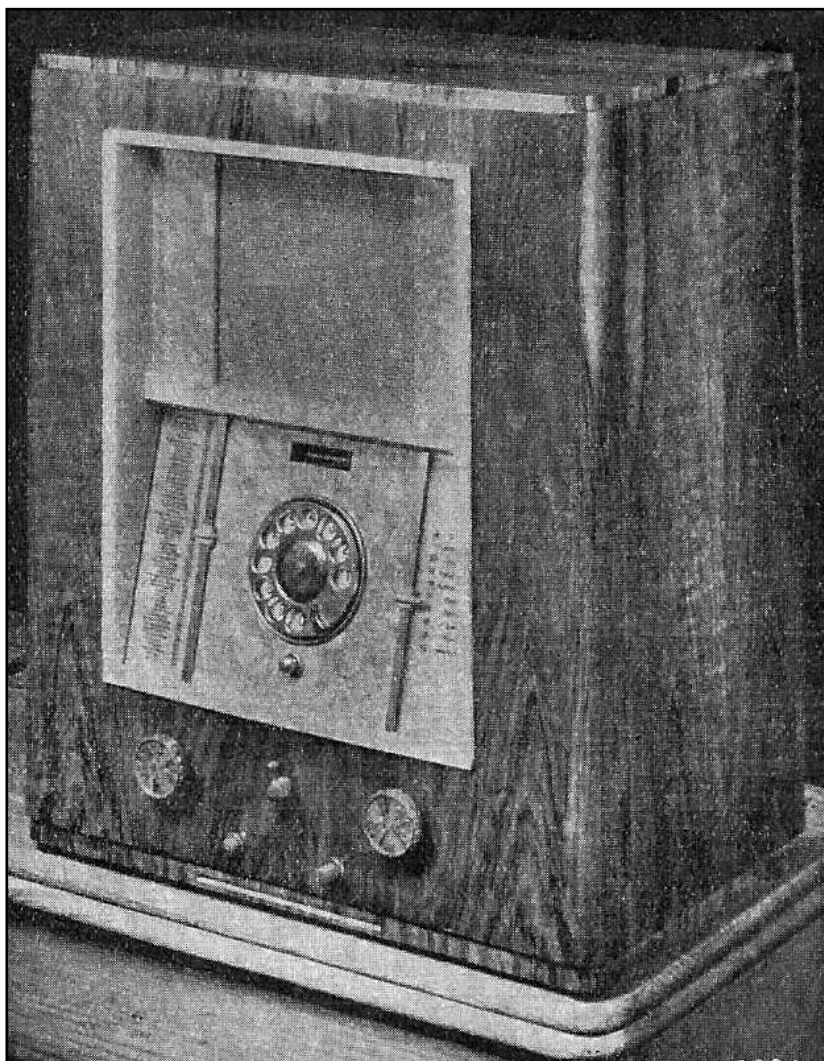

Abb. 18.
**Neufeldt & Kuhnke** Die Firma hat einen grundsätzlich neuen Empfänger herausgebracht. Die Art der Sendereinstellung, die der neue Superhet – eine Konstruktion von Ing. F. Schwarzer – besitzt, fand bei vielen Laien-Besuchern begeisterte Zustimmung. Der Empfänger hat nämlich keinen Drehknopf mehr, sondern – eine Wählscheibe genau wie unser automatisches Telephon (Abb. 18). Jedem Rundfunksender ist eine bestimmte zweistellige Anschlussnummer zugeordnet; wählt man diese Nummer, so erscheint der betreffende Sender im Lautsprecher. Das Gerät ist also ein Empfänger-Automat, wie er vor Jahren schon einmal gebaut wurde, aber er besitzt doch in seinen Schwingkreisen einen grundsätzlich anderen Aufbau. So hat er keinen Drehkondensator, sondern Festkondensatoren mit keramischem Dielektrikum, die durch das zweimalige Wählen an den Schwingkreis angeschaltet werden. Es kam nun darauf an, die Kapazitäten so auszuwählen, dass man alle Wellenlängen in den beiden Empfangsbereichen mit Hilfe einer möglichst kleinen Kodensatorenanzahl einstellen kann; in dieser Kombination der Kapazitäten liegt überhaupt das ganze Geheimnis des Empfängers, das mit Rücksicht auf Auslands-Patentanmeldungen gegenwärtig von der Firma noch nicht gelüftet wird. Technisch ist die Einrichtung ohne Zweifel von grösstem Interesse; sie hat sich aber trotz der widerstreitenden Meinungen auch als grosser Verkaufsschlager erwiesen. Der Empfänger wendet sich eben an eine ganz bestimmte Käuferschicht, an den absoluten Laien, der die Einstellweise des Selbstanschluss-Fernsprechers auch auf das Rundfunkgerät übertragen sehen möchte. Vorteilhaft wäre es aber ohne Zweifel, wenn man in das Gerät eine Anordnung einbauen würde, die auch ein stetiges Durchdre-